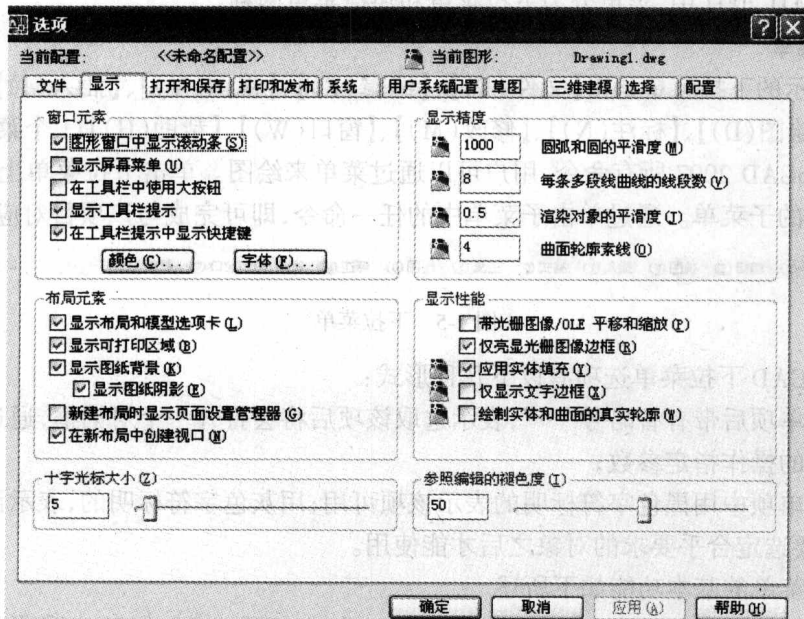

图 1-3 【选项】对话框
(1) 选择下拉菜单【工具】|【选项】命令,打开【选项】对话框,如图 1-3 所示,单击【显示】选项卡。